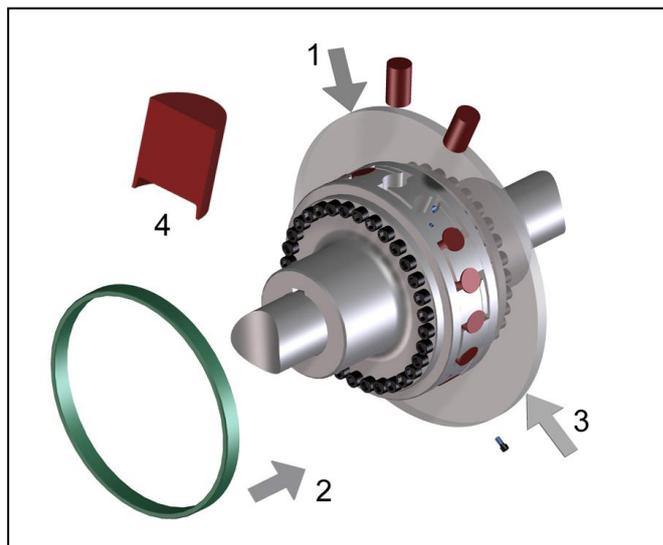

Bild 13
- Entfernen Sie zuerst die Halteschrauben (Bild 13, Pos. 3) und anschließend den Haltering (Bild 13, Pos. 2).
- Nehmen Sie die Puffer (Bild 13, Pos. 1) heraus.
- Setzen Sie neue Puffer in der passenden Größe und aus dem richtigen Material mit der Aushöhlung nach innen ein (Bild 13, Pos. 4).
- Schieben Sie den Haltering (Bild 13, Pos. 2) bis zur Anlagefläche am Klauenring so auf, dass er mittig über den elastischen Puffern sitzt.